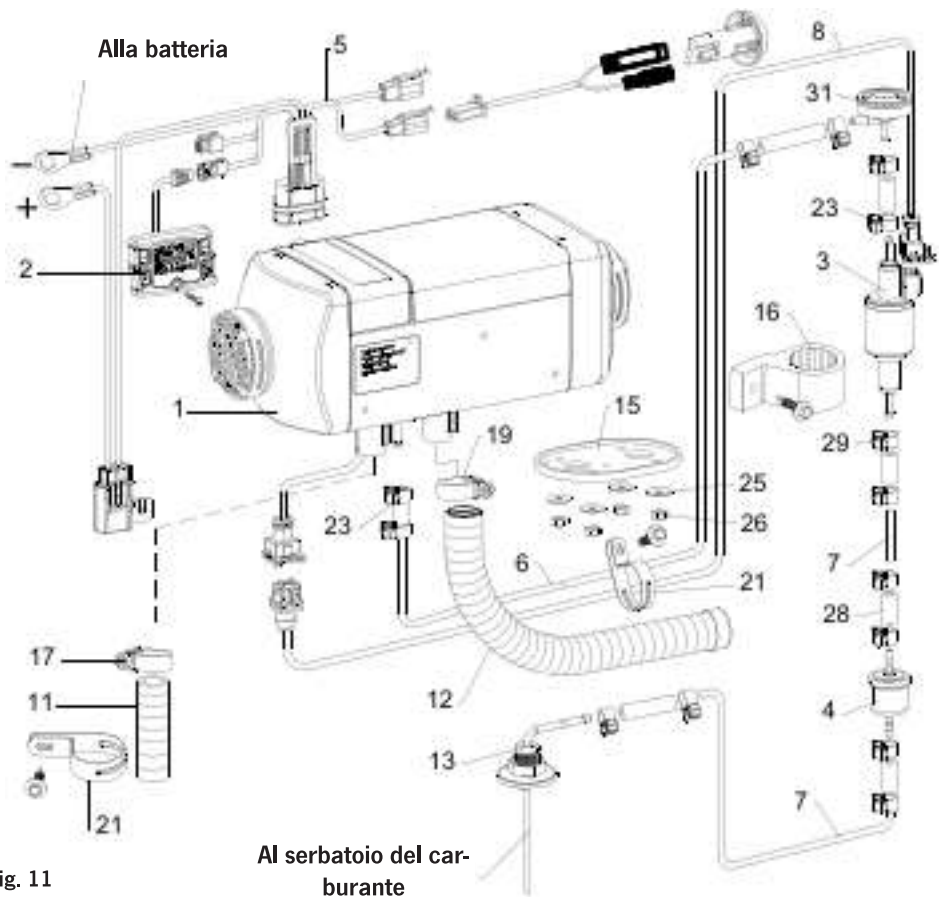

Fig. 11
26. VanHeat 2.0-DH | Informazioni sul prodotto | Lista delle parti di ricambio (Vedi Fig. 11)